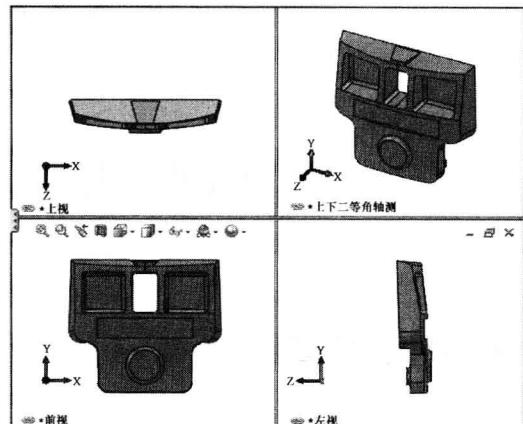

图 1-14
- (4) 四视图 显示前视图、左视图、俯视图和上下二等轴侧视图，如图 1-14 所示。
1) 同时打开多个零件、装配体和工程图文件窗口，也可以通过分割图形区域或者用视口同时显示同一个文件的多个视图，如图 1-14 所示。